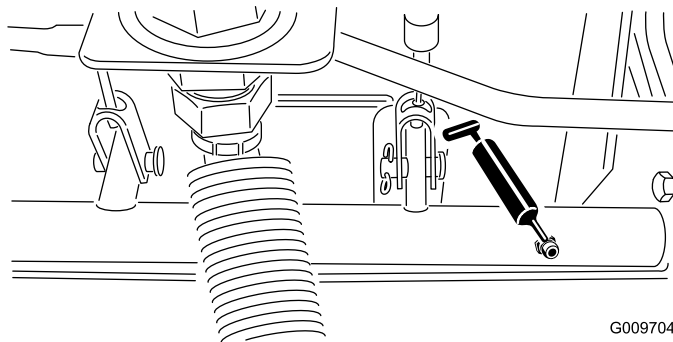

図 74
- 図 74 に示す、ブレーキシャフトのピボットのベアリング 5 ヶ所